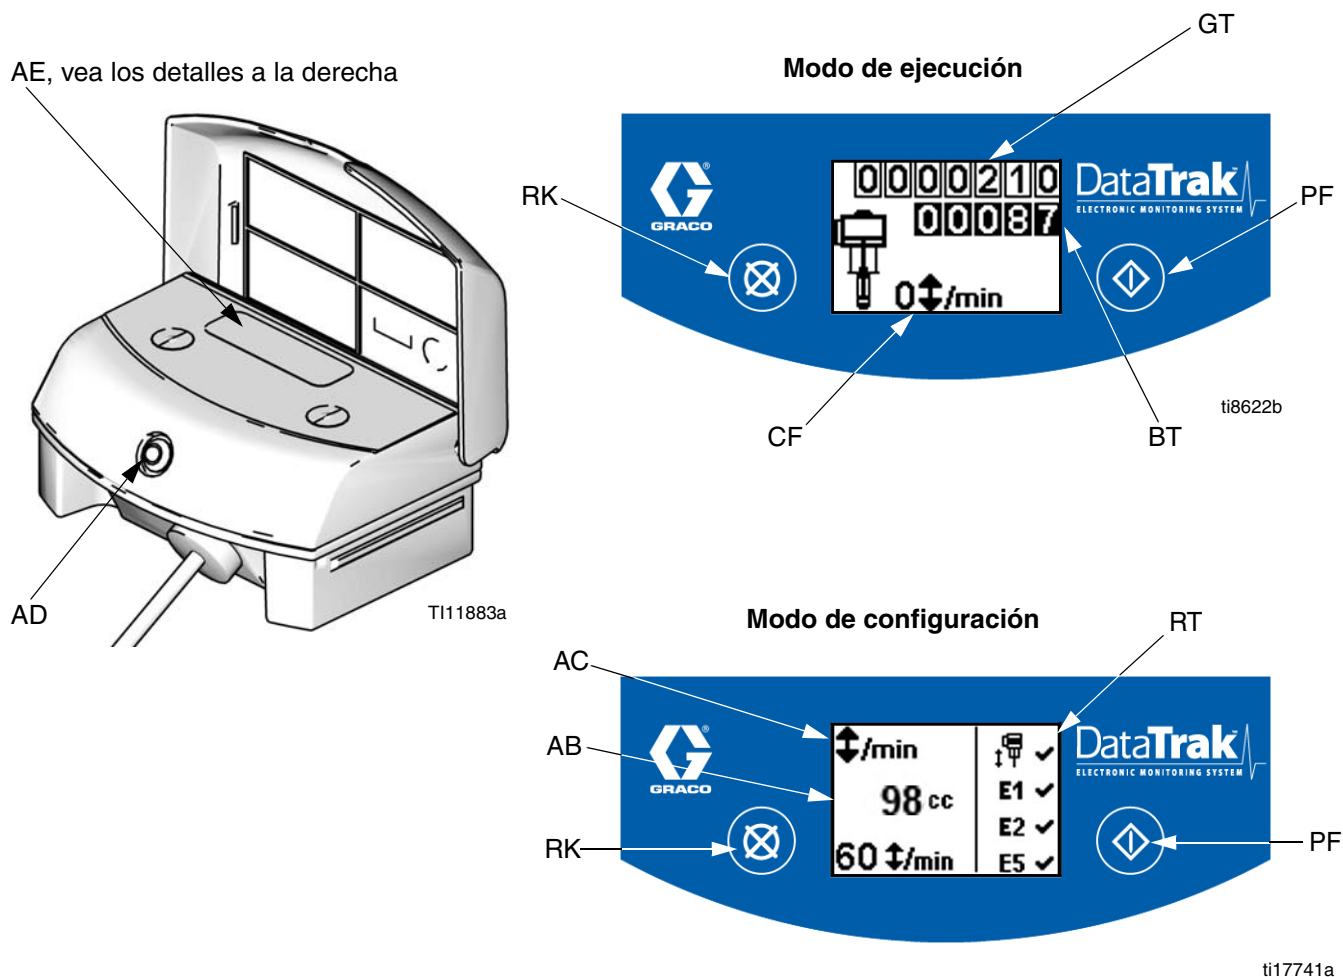

FIG. 4. Controles e indicadores de DataTrak
Leyenda para la FIG. 4
1. Vea FIG. 4, página 33. Mantenga pulsado  durante 5 segundos hasta que aparezca el menú Configuración.
1. Vea FIG. 4, página 33. Para entrar al modo de cebado/lavado, pulse cualquier tecla para activar la pantalla, luego pulse . Aparecerá el símbolo Cebado/Lavar en la pantalla y el LED parpadeará
Vea FIG. 4, página 33. El último dígito del totalizador de lotes (BT) representa décimos de galón o litro. Para reponer a cero el totalizador, pulse cualquier tecla para activar la pantalla y, después, mantenga pulsado  durante 3 segundos.
Vea FIG. 4, página 33. La pantalla (AE) se apagará después de 1 minuto de inactividad en modo de ejecución o 3 minutos en modo de configuración. Pulse cualquier tecla para activar la pantalla.
DataTrak puede diagnosticar varios problemas de la bomba. Cuando el monitor detecta un problema, el LED (AD, FIG. 4) parpadeará y aparecerá en la pantalla un código de diagnóstico.